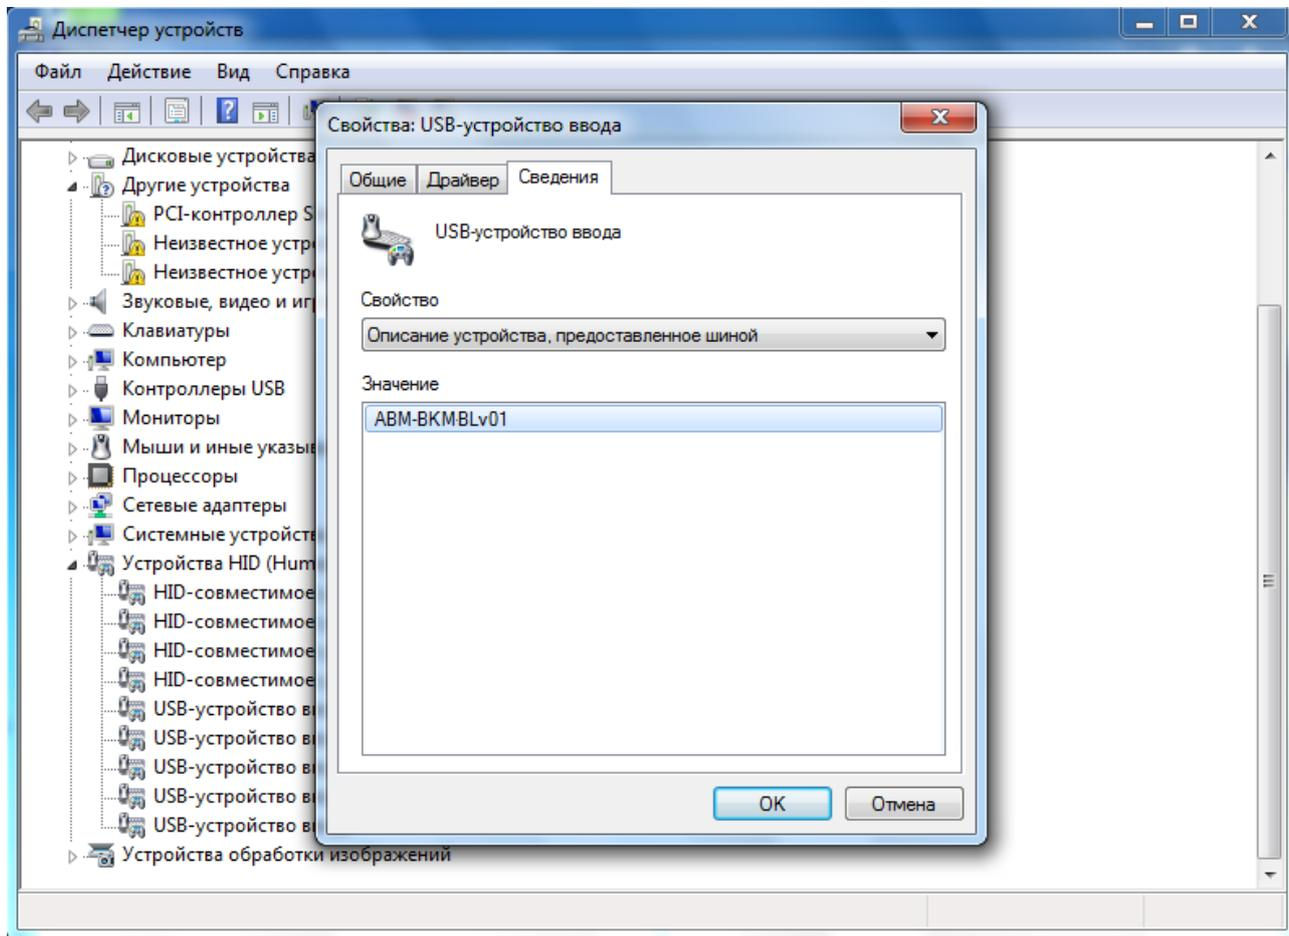

Рис. 6 - Отображение АВМ-ВКМ в операционной системе
- 2.2.2.3. Убедиться, что устройство отображается в системе (Рис. 6).